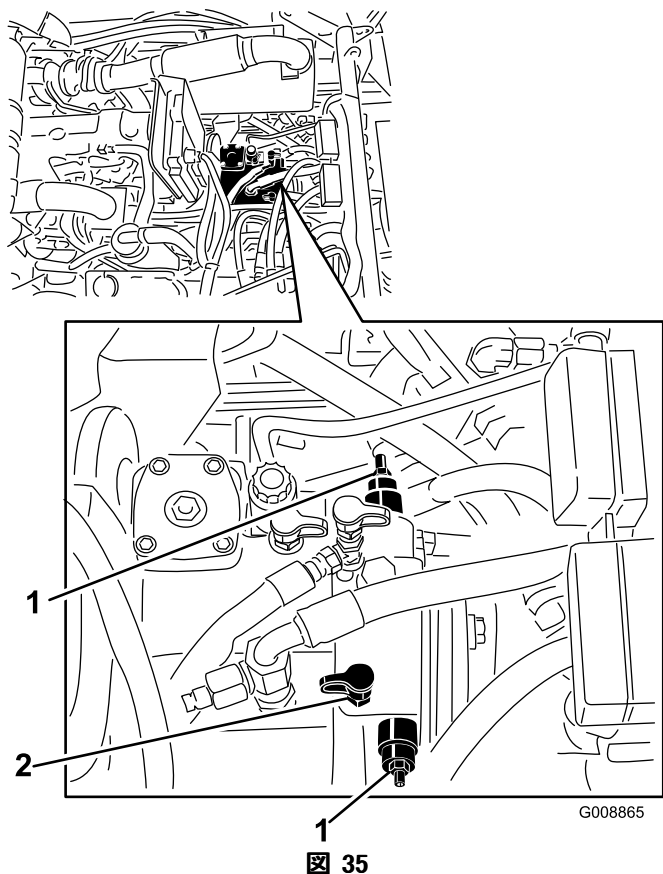
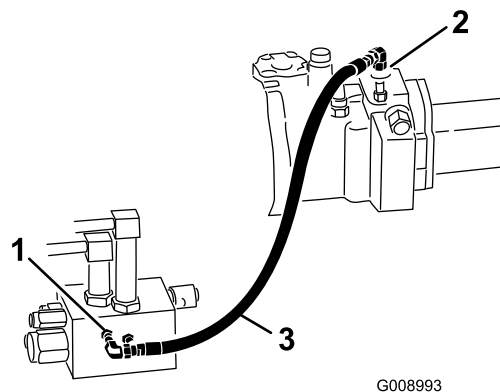

図 35
図 36
1. フードを開け、ポンプの側面についているバイパスバルブを探し出す (図 35)。
2. バルブを開くには、まず、各バイパスバルブの柄についているジャムナットをゆるめる (図 35)。
**重要** 機械を後ろに押し移動させる場合には、4輪駆動マニホールドのチェックバルブもバイパスさせる必要があります。チェックバルブをバイパスするには、ホースアセンブリ (ホース Part No. 95-8843, カップラフィッティング No. 95-0985 [2個], 油圧フィッティング No. 340-77 [2個]) で後退油圧テストポート (図 35 と 図 36) に接続し、後退4輪駆動油圧ポート (図 36) につなぐ必要があります。